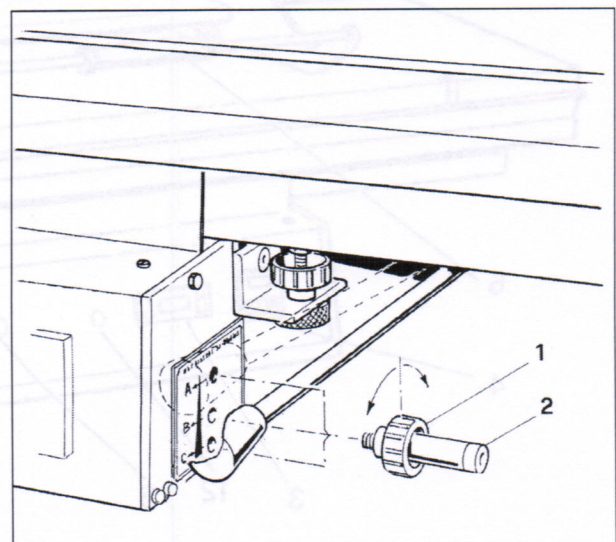
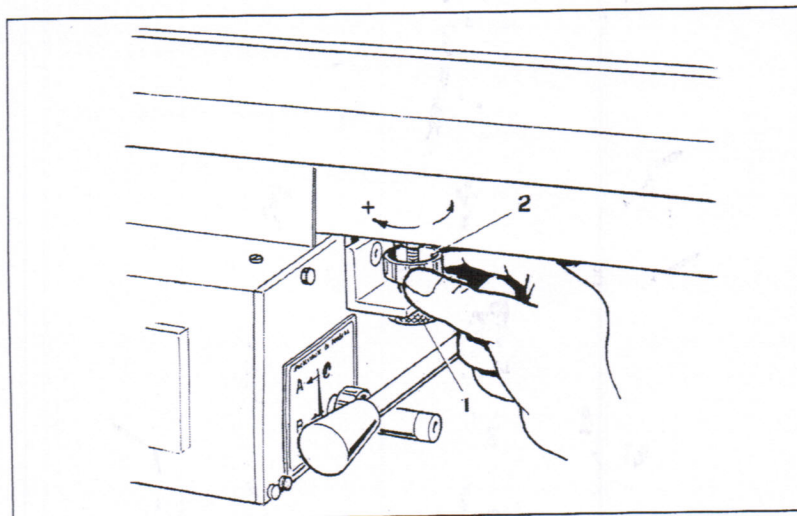

Fig. 5
Fig. 6
12.3 Regolazione pressione (Fig. 5 Fig. 6)
Per modificare la posizione allentare la ghiera di fissaggio, (Fig. 5 Pos. 1) svitare la vite (Fig. 5 Pos. 2) e riavvitarla nella posizione desiderata.
Se vi fosse la necessità di variarla ulteriormente agire sul secondo sistema di regolazione (Fig. 6):
Allentare le ghiera di fissaggio (Fig. 6 Pos. 1) ed agire successivamente sulle ghiera di regolazione pressione (Fig. 6 Pos. 2) girando in senso orario per aumentare la pressione, in senso antiorario per diminuirli. A regolazione terminata chiudere le ghiera di fissaggio (Fig. 6 Pos. 1).
12.3 Pressure regulation (Bild. 5 Bild. 6)
To adjust the setting loosen the ring nut, (Bild. 5 Set. 1) and the screw (Bild. 5 Set. 2) and screw it again in the position required.
If it is necessary to change it again, pass to the second setting system (Bild. 6):
Loosen the ring nuts (Bild. 6 Set. 1) and then adjust the pressure setting ring nuts (Bild. 6 Set. 2) by turning clockwise in order to increase pressure and anti-clockwise to decrease it. At the end of the setting tighten the ring nuts (Bild. 6 Set. 1).
12.3 Réglage de la pression (Fig. 5 Fig. 6)
Pour modifier la position, desserrer la bague de fixation (Fig. 5 Pos. 1), dévisser la vis (Fig. 5 Pos. 2) et la revisser à la position désirée. S'il s'avère nécessaire de la modifier à nouveau, intervenir sur le deuxième système de réglage (Fig. 6):
Desserrer la bague de fixation (Fig. 6 Pos. 1) et agir sur la bague de réglage de la pression (Fig. 6 Pos. 2) en la tournant dans le sens des aiguilles d'une montre pour augmenter la pression et dans le sens inverse aux aiguilles d'une montre pour la réduire. Le réglage étant achevé, serrer la bague de fixation (Fig. 6 Pos. 1).
12.3 Druckeinstellung (Abb. 5 Abb. 6)
Zur Änderung der Position den Befestigungsring lockern (Abb. 5 Pos. 1), die Schraube lockern (Abb. 5 Pos. 2) und sie dann in der gewünschten Position wieder festzuziehen.
Sollte eine erneute Änderung notwendig sein, das zweite Einstellsystem betätigen (Abb. 6):
Die Befestigungsringe lockern (Abb. 6 Pos. 1) und anschließend die Druckeinstellringe (Abb. 6 Pos. 2) drehen, in Uhrzeigerichtung zur Erhöhung des Drucks, und gegen die Uhrzeigerichtung zur Verminderung des Drucks. Nach erfolgter Einstellung die Befestigungsringe schließen (Abb. 6 Pos. 1).